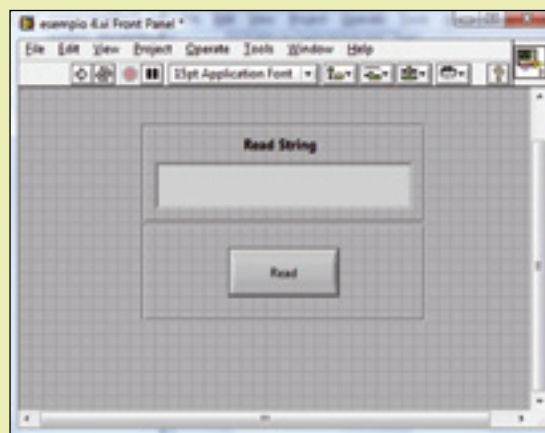

Fig. 14 - Pannello frontale del programma esempio 5
- modifichiamo i commenti sul pannello frontale come riportato nella **Fig. 14**.